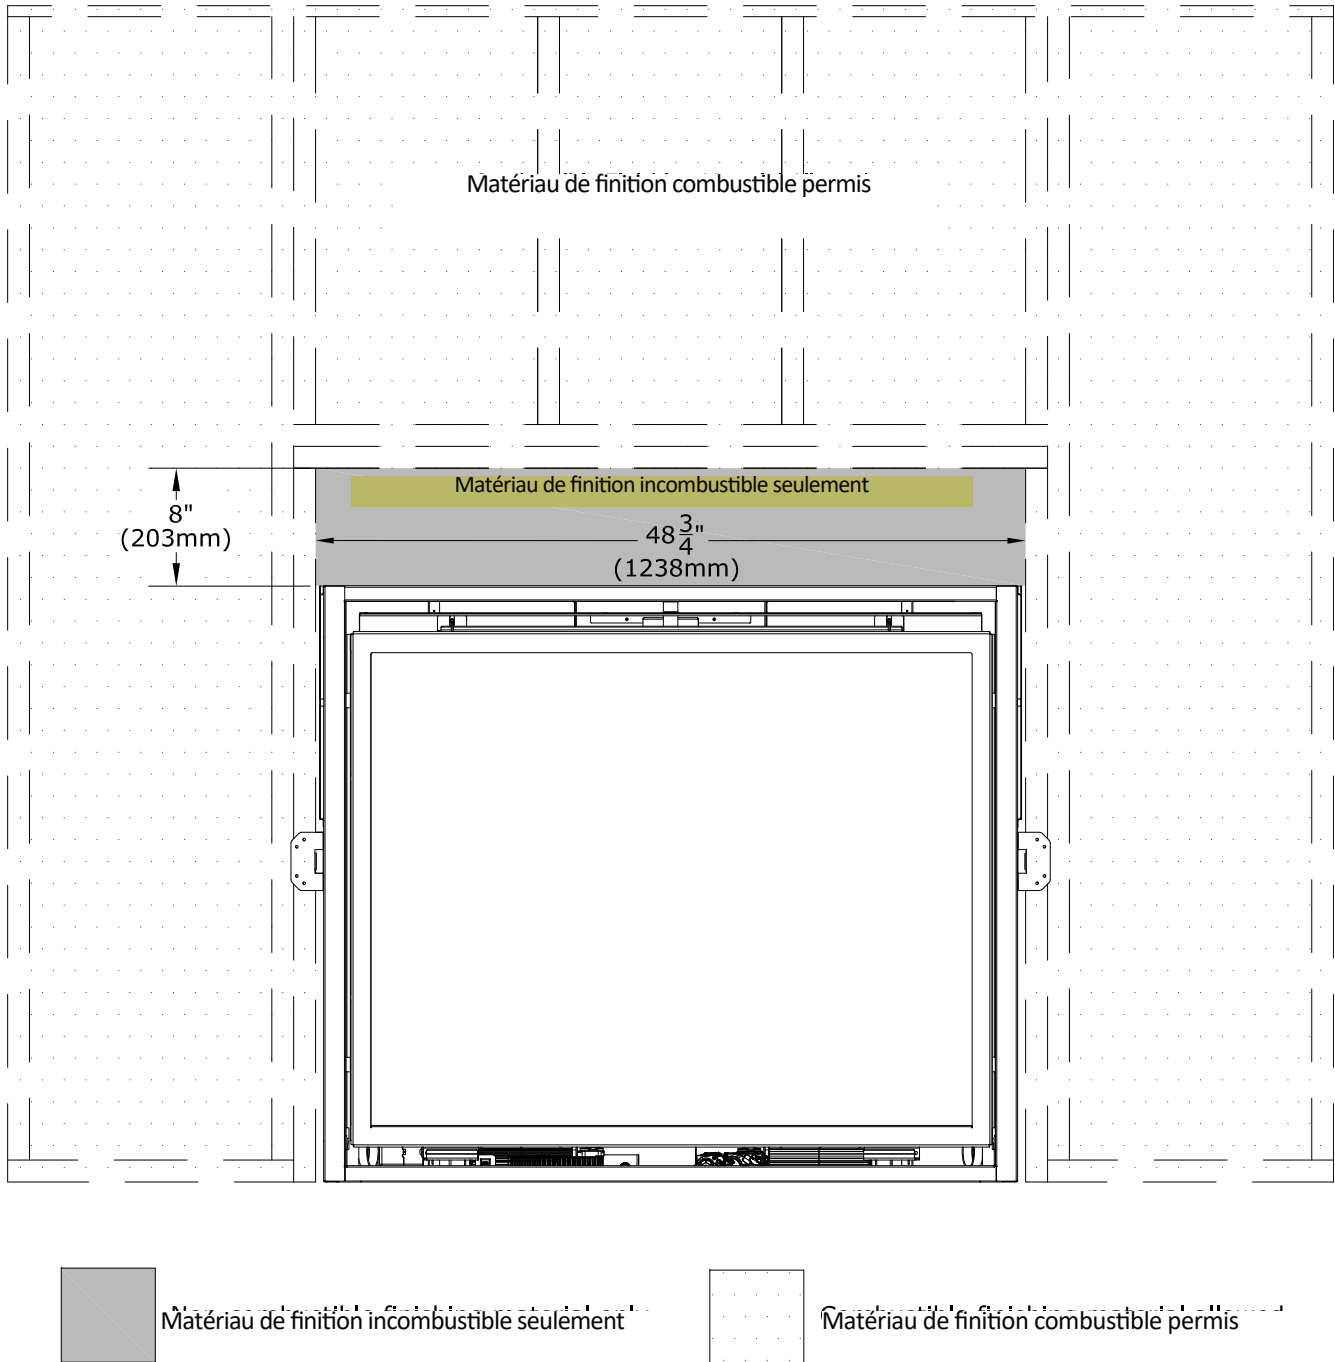

Figure 5.5 - Exigences d’installation des matériaux de finition incombustibles
- Un panneau incombustible de 50-1/4 po x 8-3/4 po est fourni avec ce foyer. Ce panneau couvre plus que la surface de façade incombustible exigée. Voir la Figure 5.5 (Zone de finition incombustible) pour les exigences minimums concernant les matériaux de finition incombustibles.